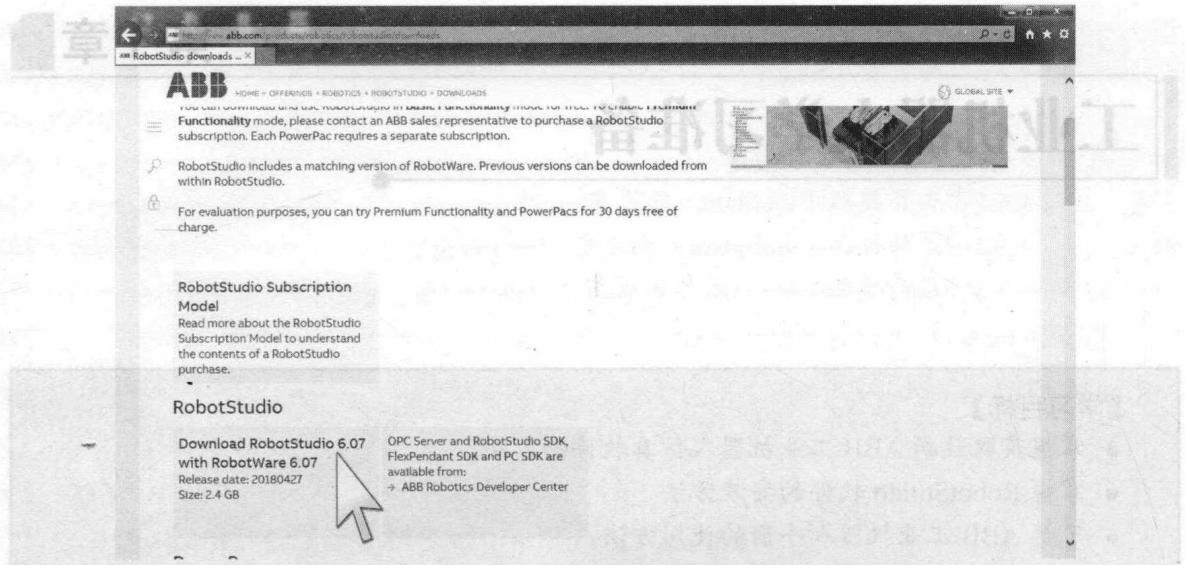
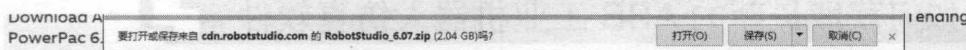

图 1.2 RobotStudio 下载页面
图 1.3 下载提示界面
③ 进入图 1.2 页面后就可以找到最新版的 RobotStudio 了，在鼠标指针处直接单击即可下载，很方便。下载提示界面如图 1.3 所示。